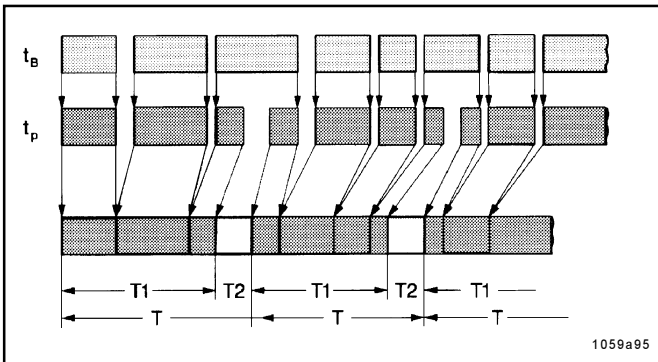

Abb. 18 - Zeitablaufdiagramm
- Die Steuerplatine steuert automatisch den Ablauf von Pausen- und Arbeitszeit der Zentralschmierpumpe 233, in Abhängigkeit der Maschinen - bzw. Fahrzeug - Betriebsstunden  $t_B$  (Abb. 18).
- Ein Schmierzyklus besteht aus einer Pausen- und einer Arbeitszeit. Nach Ablauf der Pausenzeit beginnt die Arbeitszeit. Der Schmierzyklus wiederholt sich ständig, wenn die Maschine oder das Fahrzeug in Betrieb genommen worden ist, siehe Abb. 18.